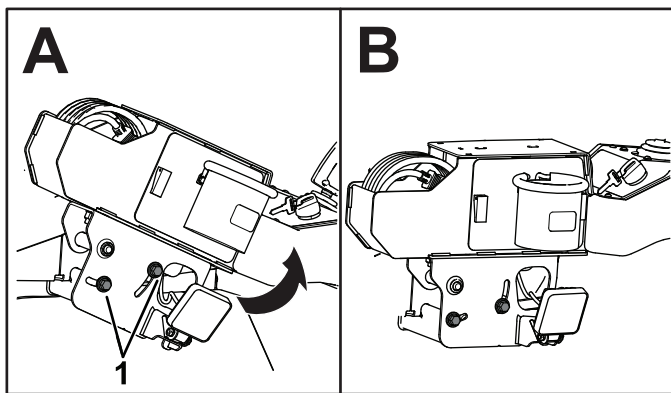
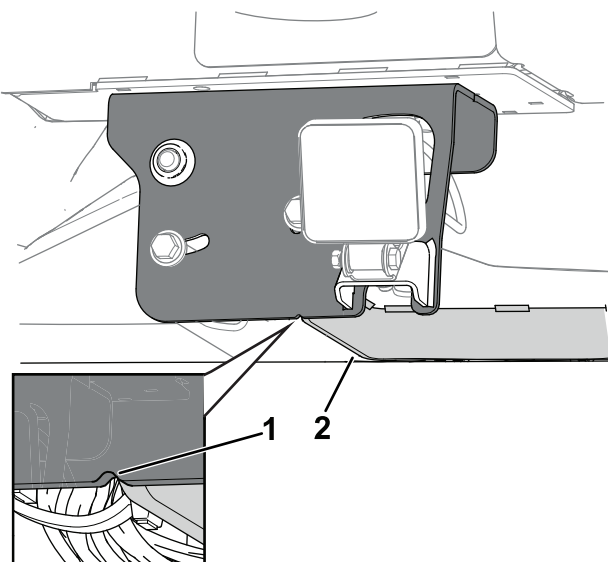

Figura 10
Figura 11
1. Allentate le 2 viti (M8) della piastra di orientamento della console e ruotate la console verso l'alto (Figura 10) fino a quando il contrassegno non è allineato alla protezione del cablaggio (Figura 11).